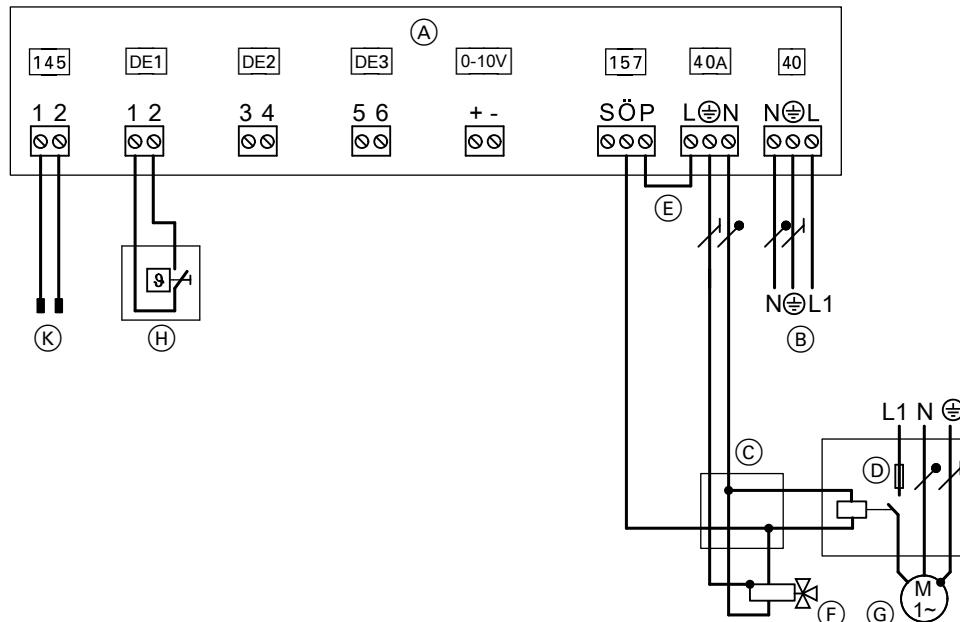

Abb. 40
- Anschlüsse an Erweiterung EA1 **nur** gemäß Abb. 40 ausführen.